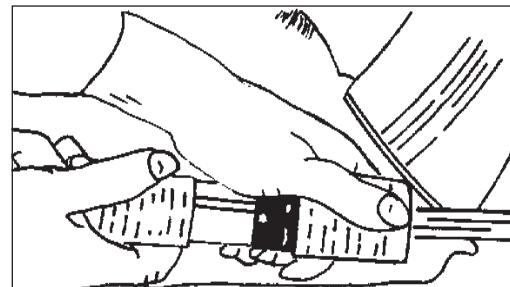

Figure 6
- Assurez-vous que l'interrupteur de commande est en position « OFF » et débranchez le connecteur « queue de cochon » du moteur du câble d'alimentation. (Figure 6)
- Assurez-vous que l'interrupteur de commande est en position « OFF », puis connectez le câble d'alimentation à un circuit à fusible mis à la terre de manière appropriée. Raccordez le câble d'alimentation au connecteur « queue de cochon » du moteur. (Figure 6)